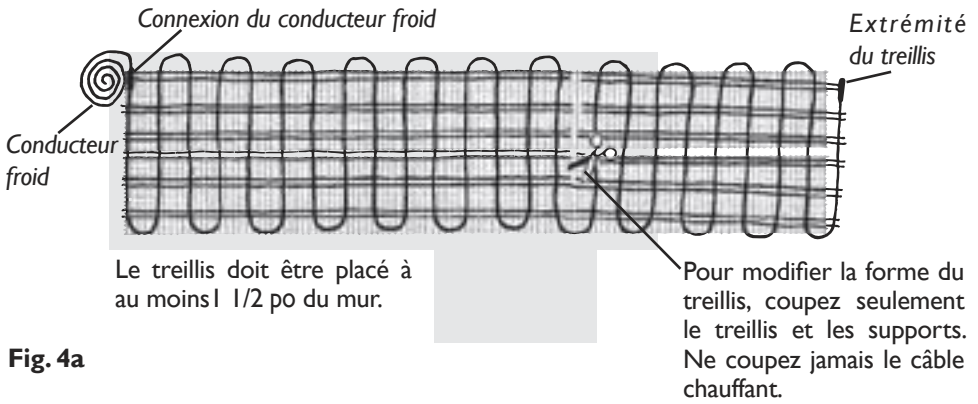

Fig. 4a
- c. Découpez le treillis et les supports pour en modifier la forme, comme illustré dans les *Figures 4a, 4b et 4c*. SEULS le treillis et les supports doivent être découpés — **NE COUPEZ PAS LE CÂBLE CHAUFFANT!**